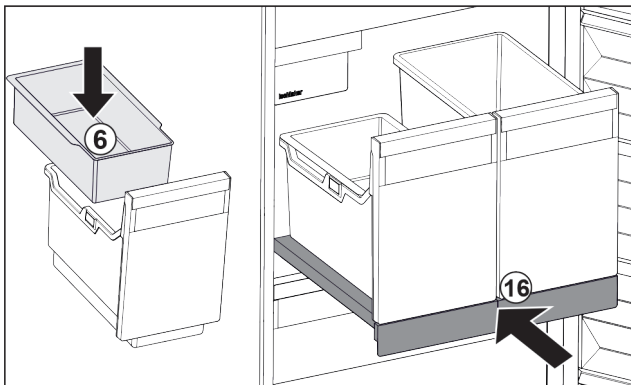

Fig. 32
- ▶ Вставити підвісний лоток Fig. 32 (6) для кубиків льоду.
- ▶ Вставити витяжну панель з резервуаром (IceTower). Fig. 32 (16)